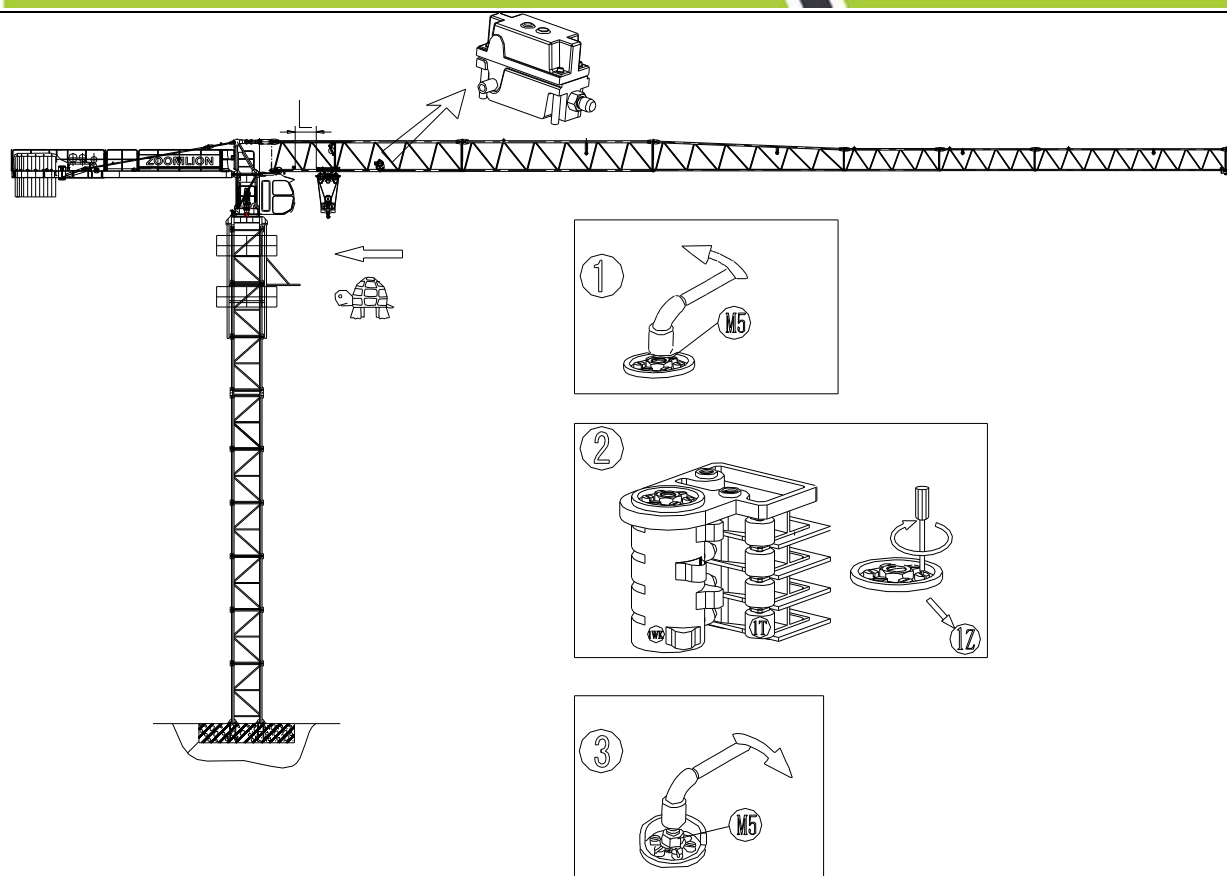

图 7.2-20 向内变幅减速
- (1) 松开螺母 M5;
- (2) 载重小车开到距起重臂臂根缓冲器 3m 处, 调动 (1Z)轴, 使长凸轮(1T)压下微动开关(1WK), 使小车只能以低速向内运行;
- (3) 拧紧螺母 M5, 见图 7.2-20。